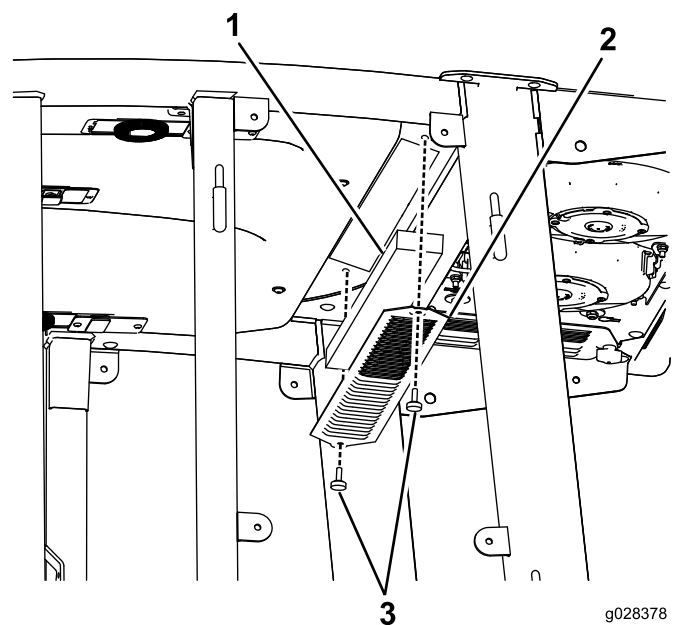

Figure 125
3. Déposez le toit de la cabine en retirant les 22 boulons de fixation du toit (Figure 125).
4. Déposez les filtres à air (Figure 125).
5. Déposez et nettoyez les serpentins de climatisation (Figure 125).